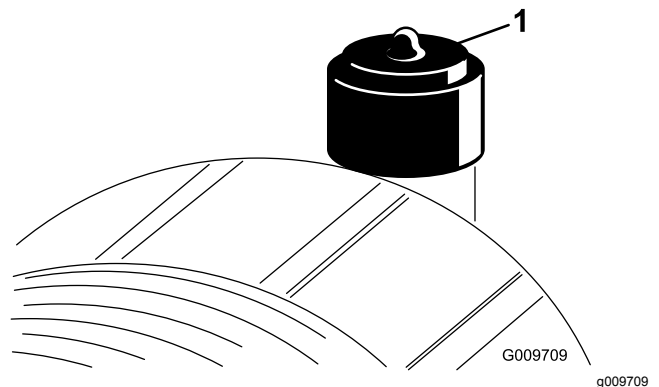

Figure 67
Faites l'entretien du filtre à air uniquement quand l'indicateur de colmatage indique que cela est nécessaire (Figure 67). Ne remplacez pas le filtre à air plus fréquemment que nécessaire ; cela ne fait qu'accroître le risque de contamination du moteur par des impuretés quand le filtre est déposé.
2. Réarmez l'indicateur de colmatage (Figure 67) s'il est rouge.